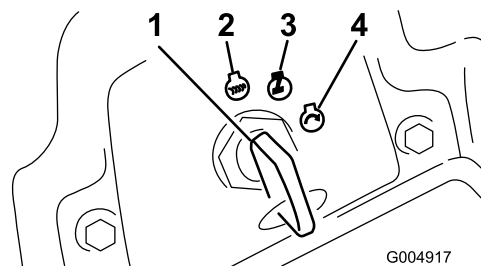

Figure 17
6. Tournez la clé dans le sens horaire en position Contact(Figure 17).
3. Tournez la clé de contact à la position arrêt (Figure 17). Attendez l'arrêt de toutes les pièces mobiles avant de quitter la position d'utilisation.